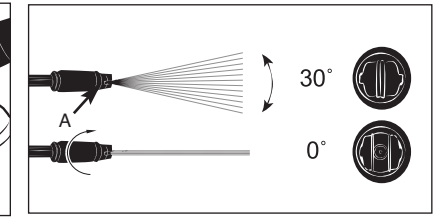

Fig. 3A
The spray angle can be adjusted from 0° to 30° by twisting the spray nozzle (A). (Fig. 3A)
L'angle de sprayage peut être réglé de 0° à 30° par rotation (A). (Fig. 3A)